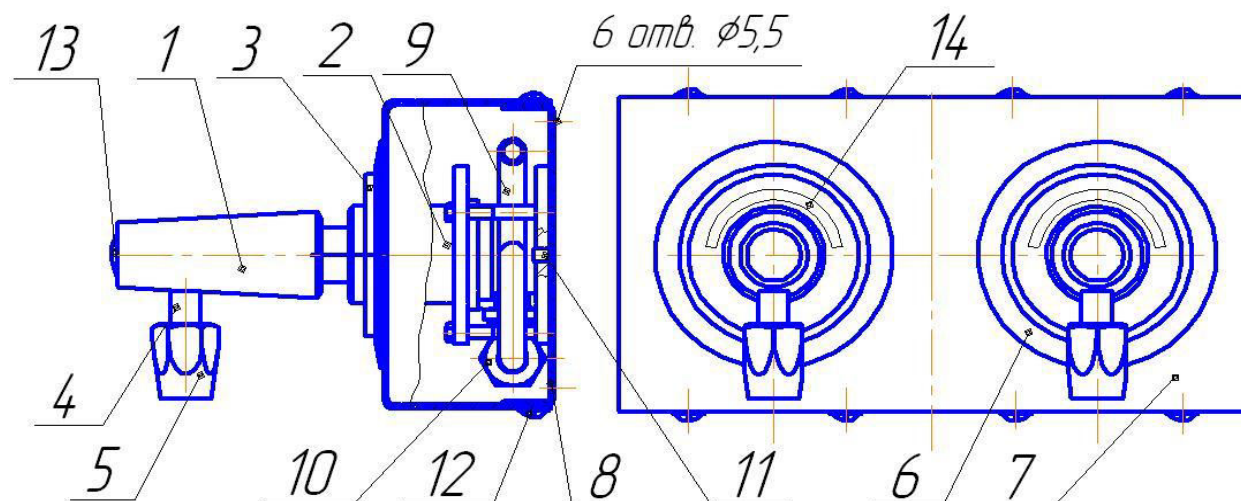

Рис.1 СКБ-1 ДЖЕТ 355 00 00 00
4.1 СКБ-1 в сборе (см. рис.1) состоит из двух штекеров газовых 1, двух клапанов газовых 2, коробки монтажной, состоящей из крышки 7 и основания 8, подводящей трубки 9 и тройника развода газа 10.
4.6. Для выключения СКБ-1 необходимо нажать до упора планку запорную 3 (см. рис.1) и вынуть штекер газовый 1 из клапана газового 2.
5.1 Для установки СКБ-1 см. рис.1 необходимо: